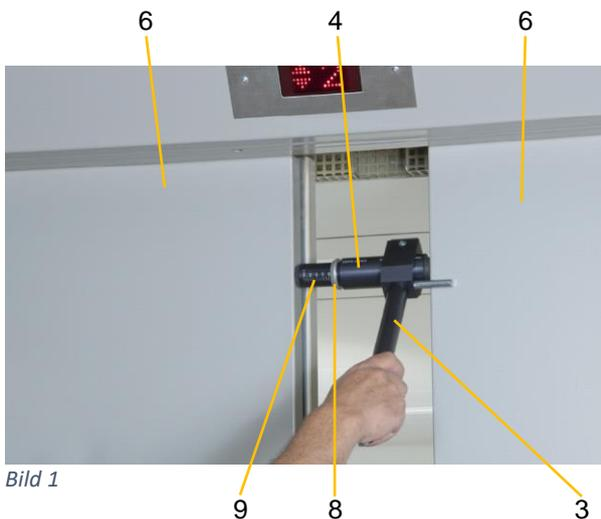

Bild 1
- C** Messgerät (4), - *allein oder wie gezeigt in Halter (3) montiert* - zwischen Türblättern (6) *bei zentral öffnenden Türen (Bild 1)* oder zwischen Türblatt (6) und Türrahmen (7) *bei einseitig öffnenden Türen (Bild 2)* – positionieren. Türblatt von Hand auf Messgerät (4) fahren.
- E** Die durch den Schleppzeiger (8) angezeigte Kraft in Newton auf der Skala 0-1000 N (9) ablesen.